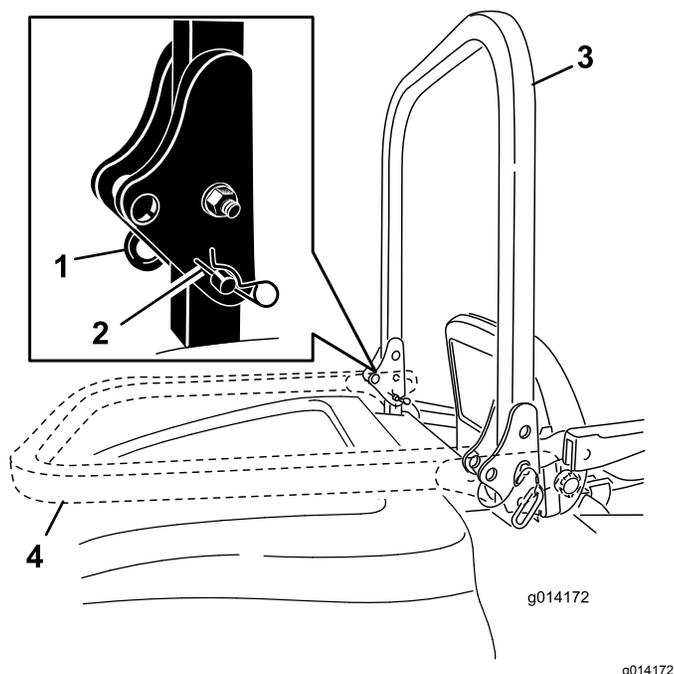

Figura 20
1. Para bajar la barra anti-vuelco, retire los pasadores de horquilla, empuje la barra hacia adelante contra los resortes, y retire los dos pasadores (Figura 20).
- Baje la barra antivuelco (Figura 20).
- Instale los dos pasadores y sujételos con las chavetas (Figura 20).
- Para elevar la barra anti-vuelco, retire los pasadores de horquilla y retire los dos pasadores (Figura 20).
- Eleve la barra anti-vuelco a la posición vertical, instale los dos pasadores y sujételos con las chavetas (Figura 20).